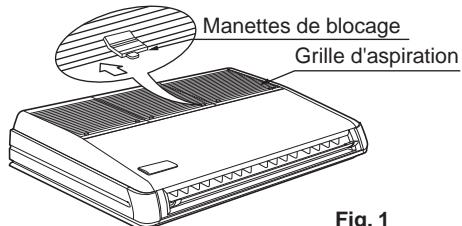

Fig. 1
- Faites coulisser les manettes de blocage (x2) de la grille d'aspiration vers l'intérieur (dans le sens des flèches) et tirez-les vers le haut. (Reportez-vous à la Fig. 1)